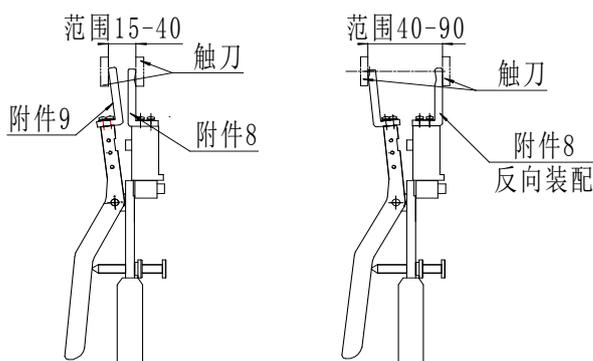

图 11 GN 系列户内隔离开关测量示意图
4.2.7 图 11 是测量户内隔离开关的示意图，装上附件 8、9 后可以测量触刀开距为 8-40mm 范围内户内隔离开关。当开距大于 40mm 时，就可以反装附件 8 进行测量。
三、户内隔离开关拍合式（GN 系列）触指压力的测量，按图 11 要求更换测量附件（可测量触头开距 8-70mm）